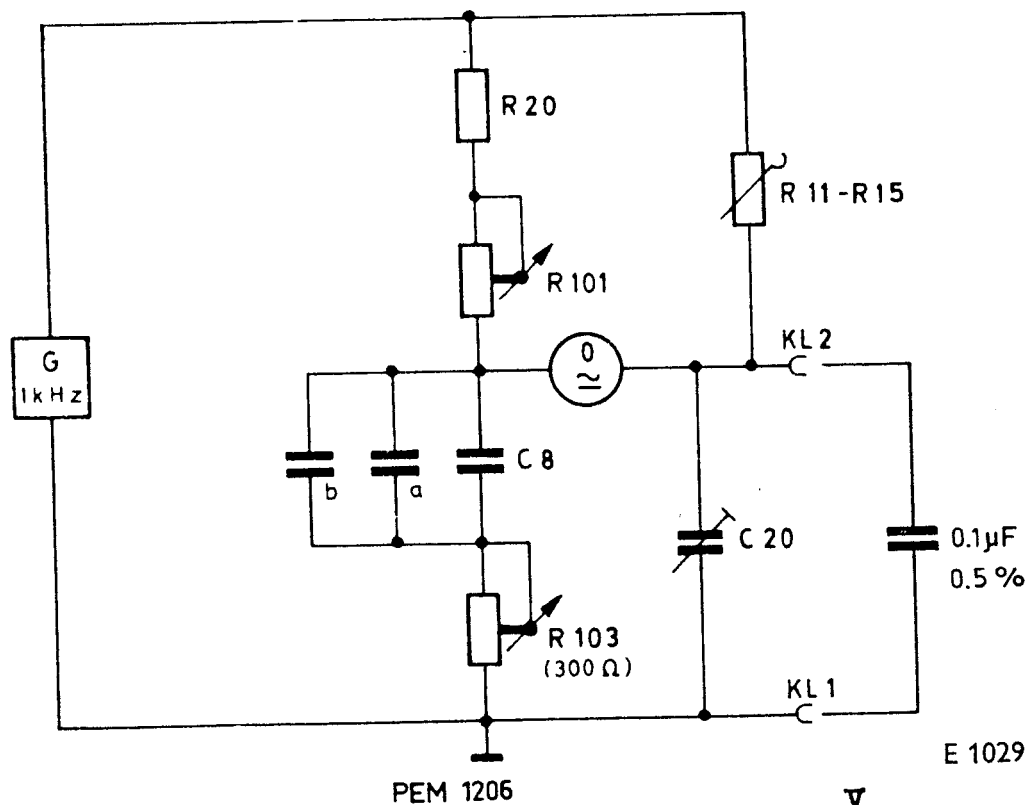

Abb. 16. Abgleich des C-Bereichs bei 1 kHz
1. Abgleich des C-Bereiches bei 1 kHz; C8 (Abb. 16)
- d. Durch Shunten von C8 (a, b, Abb. 16) Nullabgleich vornehmen
2. Einsteller R103 „ $\tan \delta$ “ kleiner Bereich (Abb. 16)